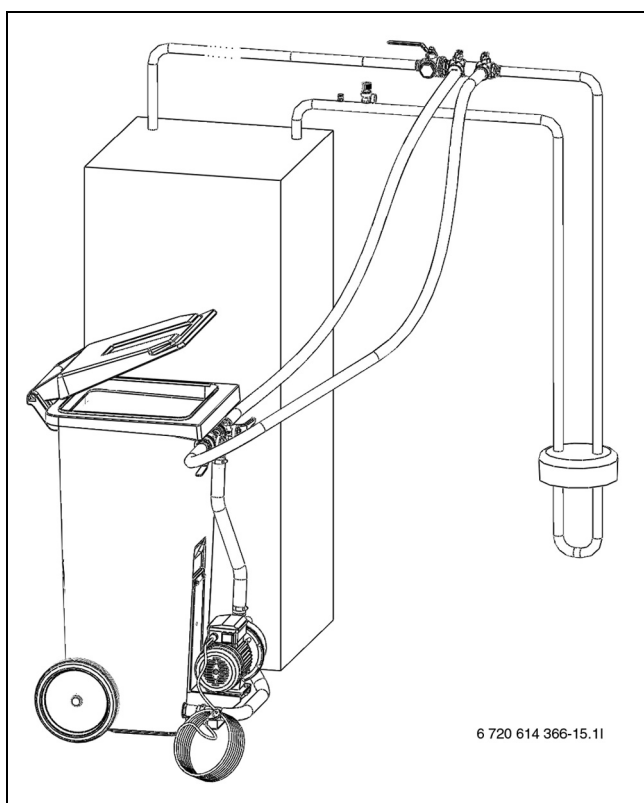

Bild 23 Befüllen mit Befüllstation
- Zwischen Befüllstation und Befülleinrichtung zwei Schläuche anschließen (→ Bild 23).